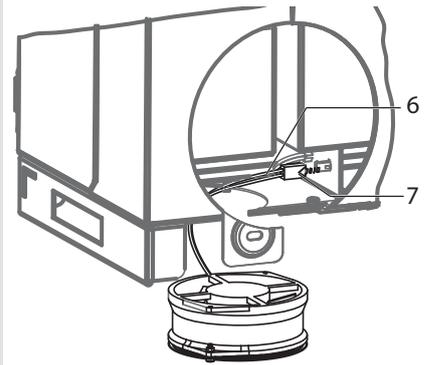

Bild 47: Lüfterstecker abziehen
4. Anschlussstecker für abgenommenen Lüfter im Innenraum des Gehäuses vorsichtig abziehen (Siehe Bild 47).